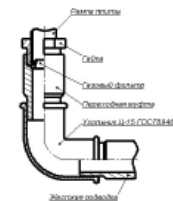

Рис. 8
- Жесткое подсоединение к газовому стояку (рис.8) производится с помощью переходной муфты (в комплект поставки не входит).